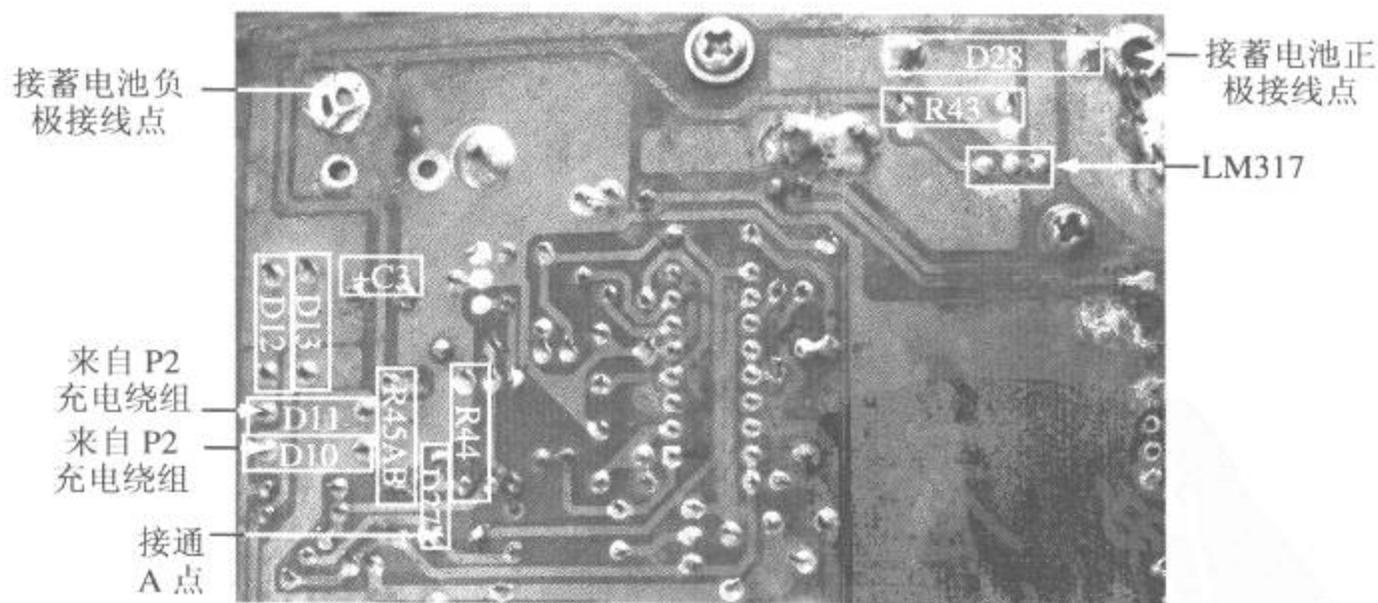

图 5-47 蓄电池充电电路检测点
(1) 用万用表电阻挡测量调压逆变变压器 L2 绕组的阻值。
(2) 测量整流桥 D10~D13 到 LM317 的通路，测量 LM317 第 2 脚经 D28 到蓄电池的电路连接。如图 5-47 所示为蓄电池充电电路的检测点。